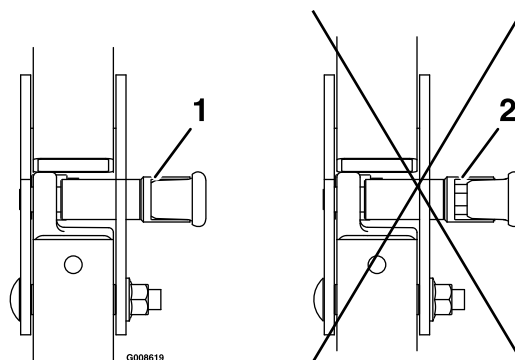

図 9
- まず ROPS を通常使用位置に立て、次にノブを回して溝に半分掛かった状態にする **図 9**。
- 次にROPSを完全に立てて上部バーを押えながら穴を整列させると、ピンがひとりで中にはまる **図 9**。
- ロールバーを押して、両方のピンが噛み合っていることを確認する (**図 9**)。